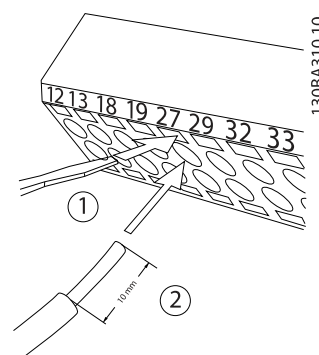

图 2.12 连接控制线缆
1. 将一把小螺丝刀插入触点上方或下方的槽中, 从而打开触点, 如图 2.12 所示。